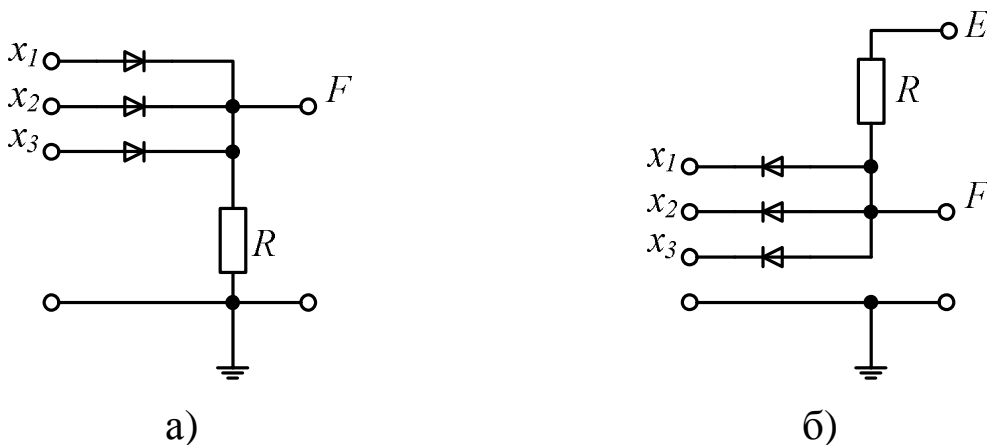

Рис. 13.5
**13.15.** Складіть таблицю відповідності й запишіть аналітичну форму для логічної функції, яка реалізується схемою з трьома входами (рис. 13.5, а), якщо значення логічної одиниці відповідає високому рівню напруги, а значення логічного нуля – низькому рівню напруги (логіка позитивна).
**13.16.** Складіть таблицю відповідності й запишіть аналітичну форму для логічної функції, яка реалізується схемою з трьома входами (рис. 13.5, б), якщо значення логічної одиниці відповідає низькому рівню напруги, а значення логічного нуля – високому рівню напруги (логіка негативна).
дами (рис. 13.5, б), якщо значення логічної одиниці відповідає низькому рівню напруги, а значення логічного нуля – високому рівню напруги.
**13.18.** Складіть таблицю відповідності й запишіть аналітичну форму для логічної функції, яка реалізовується схемою з трьома входами (рис. 13.5, б), якщо значення логічної одиниці відповідає високому рівню напруги, а значення логічного нуля – низькому рівню напруги.